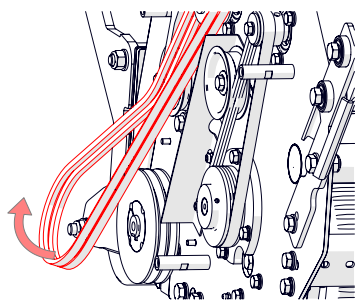

Fig. 18C – Remova e substitua a correia.
6. Remova a proteção da correia semicircular ao remover os dois parafusos M6 [chave inglesa de 10 mm] (Fig. 18B). Afaste a polia de tensionamento. Retire as correias (Fig. 18C).